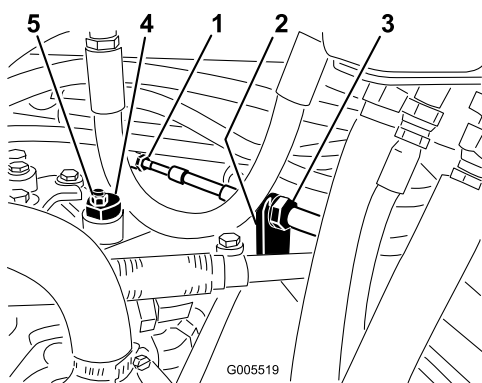

Figura 54
- A. Afloje las dos contratueras que fijan el cable de control de tracción a la mampara del hidrostato (Figura 54). Asegúrese de aflojar ambas contratueras uniformemente, y lo suficiente como para permitir el ajuste.
Nota: Afloje la tuerca que sujeta el excéntrico a la parte superior del hidrostato (Figura 54).
- C. Gire el excéntrico hasta que no haya movimiento en ningún sentido. Cuando la rueda deje de girar, apriete la tuerca para bloquear el excéntrico y el ajuste (Figura 54). Compruebe el ajuste con el acelerador en las posiciones Lento y Rápido.
- D. Desde cada lado de la mampara, apriete las contratueras uniformemente, fijando el cable de tracción a la mampara (Figura 54). No tuerza el cable.